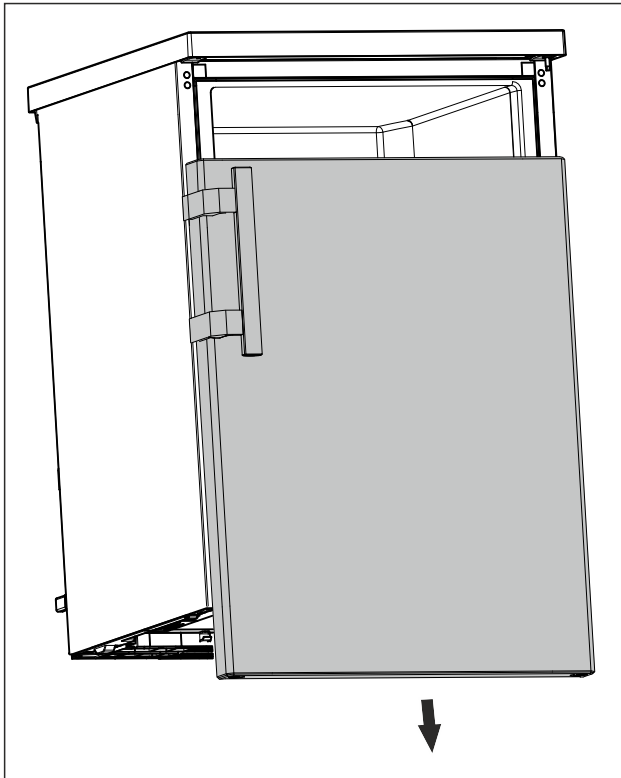

Fig. 12
- Rimuovere la porta verso il basso. (vedere Fig. 12)